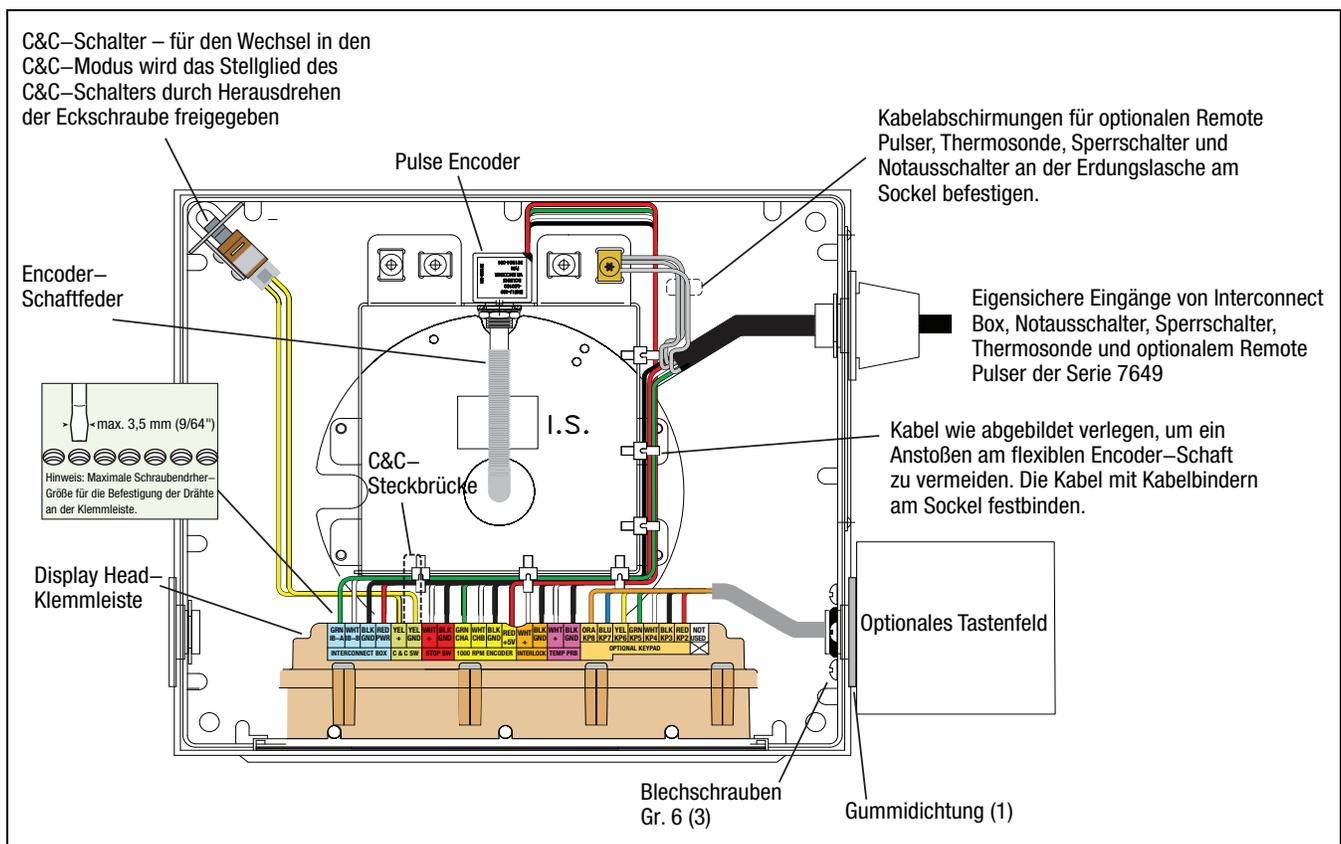

Abbildung 20. Display Head-Kabelverbindungen
10. Schauen Sie am Sockel des Display Head nach. Greifen Sie die Encoder-Antriebsfeder (siehe Abbildung 20). Ziehen/schieben Sie die Encoder-Feder vom Encoder-Schaft ab/herunter.
- Schieben Sie die Zugentlastungsmutter und dann die Buchse auf die IB-Anschlusskabel. Ziehen Sie das Kabel so weit durch die Öffnung, dass die Adern bis an die Anschlussleiste der Display-Einheit reichen und mit Kabelbindern am Pulse Encoder-Montagesockel festgebunden werden können (siehe Abbildung 20). Schieben Sie das Gewindeende der Buchse in die Zugentlastung, schrauben Sie die Zugentlastungsmutter darauf und ziehen Sie diese fest.
- Befestigen Sie das vieradrige IB-Kabel an der Anschlussleiste (siehe Abbildung 20). Befestigen Sie den Erdungsdraht des IB-Kabels an einer Erdungslasche am Pulse Encoder-Montagesockel.
- Wenn Sie die optionale Thermosonde bzw. den Notausschalter haben, entfernen Sie die untere Zugentlastungsmutter. Schieben Sie diese und danach die Gewindebuchse auf das Thermosonden- bzw. Notausschalterkabel. Ziehen Sie das Kabel so weit durch die Öffnung, dass die Adern bis an die Anschlussleiste der Display-Einheit reichen und mit Kabelbindern am Pulse Encoder-Montagesockel festgebunden werden können (siehe Abbildung 20). Schieben Sie die Buchse in die Zugentlastung. Danach die Zugentlastungsmutter auf die Zugentlastung schrauben und sicher festziehen. Befestigen Sie die Abschirmung des Thermosonden- bzw. Notausschalterkabels an einer Erdungslasche am Pulse Encoder-Montagesockel.
Die C&C-Eckschaltereinheit (Teile-Nr. 845900-018) passt in eine Ecke des Display Head-Gehäuses (siehe Abbildung 20). Für den Wechsel in den C&C-Modus müssen Sie die Eckschraube von der Display Head-Abdeckung entfernen. Zur Aufhebung des C&C-Modus tauschen Sie die Schraube. Zur Verwendung des Eckschalters müssen Sie die C&C-Steckbrücke entfernen.
Abbildung 20 zeigt die Installation und Verdrahtung des optionalen Tastenfelds. Zum Einsetzen der Tastenfeldgehäuse-Befestigungsschrauben müssen Sie die Display-Einheit vom Display Head weg ziehen/schieben. Führen Sie die Drähte des Tastenfelds durch die mittlere Bohrung in der Dichtung. Schieben Sie die Dichtung nach unten gegen das Tastenfeld und richten Sie ihre drei Löcher an den Montagebohrungen im Tastenfeld aus. Legen Sie das Tastenfeld am Display Head an und drehen Sie die 3 Befestigungsschrauben ein. Bringen Sie die Display-Einheit wieder an und verbinden Sie dann die Tastenfeld-Verkabelung mit der Anschlussleiste (siehe Abbildung 20). Die Schrauben sind selbstschneidend. Zur Erleichterung des Einbaus können Sie die Löcher durch Hineindrehen der Schraube vorbereiten.